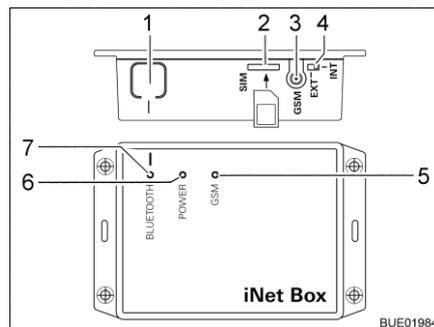

Bild 83 Truma iNet-Box
- Taste BLUETOOTH (Bild 83,1) an der iNet-Box 1 Sekunde lang drücken. Die Truma iNet-Box ist ca. 2 Minuten lang im mobilen Endgerät sichtbar (Name: "Truma iNet-Box"). In diesem Zeitraum blinkt die blaue LED BLUETOOTH (Bild 83,7).
- Mini-SIM-Karte mit eigener Rufnummer und ausreichendem Guthaben vorsichtig wie dargestellt in den Steckplatz (Bild 83,2) der Truma iNet-Box schieben, bis sie einrastet. Die rote LED GSM (Bild 83,5) muss dauerhaft blinken. Wenn die rote LED nach 20 Sekunden erlischt: Mini-SIM-Karte prüfen.